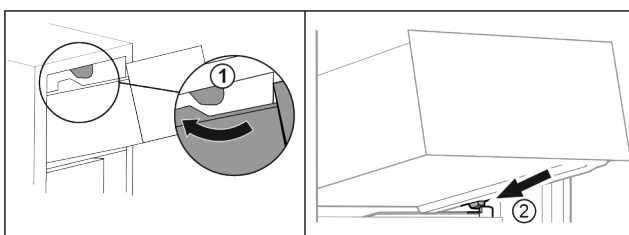

Fig. 83
- ▶ Duceți sertarul în jurul opritoarelor superioare. Fig. 83 (1)
- ▶ Așezați sertarul oblic în spatele opritoarelor inferioare pe nervura recipientului. Fig. 83 (2)